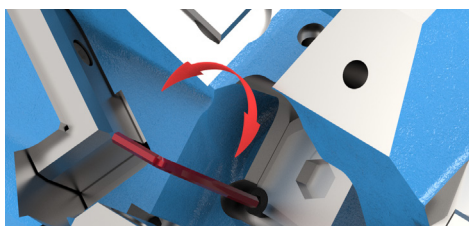

Bild 1
1. Demontage der Gasdruckfedern Lösen Sie die Sicherungsschraube (Bild 1). Anschließend demontieren Sie den Bajonettverschluss durch Verdrehen des Stopfens um 90° (Bild 2). Entfernen Sie die Gasdruckfeder (Bild 3).